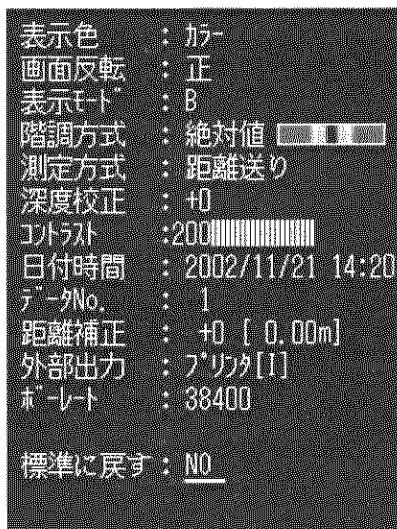

図3-9 パラメータ設定画面
測定停止状態のときに、[4]SETキーを押すと画面が図3-9のように切り替わり、各種設定の変更ができるようになります。もう一度、[4]SETキーを押すと測定画面に戻ります。
- 図3-9パラメータ設定画面に切り替える